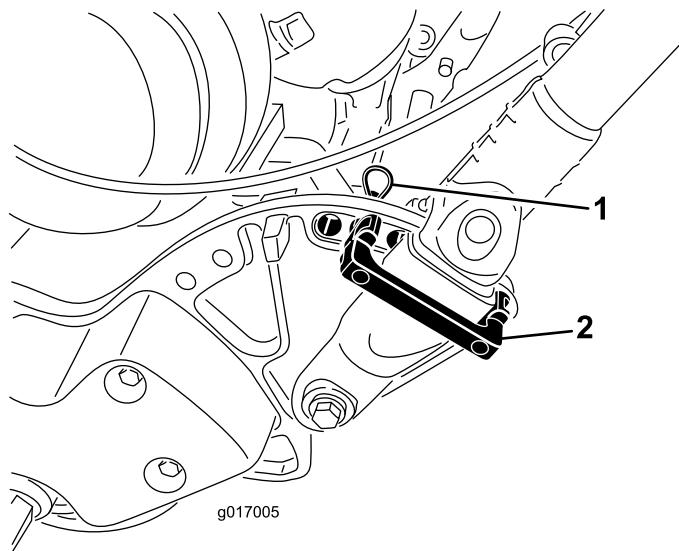

図 6
- ハンドルを支えながら、ハンドルクランプをサイドプレートに固定しているケーブルタイを外す図 6。
- 希望する高さ位置にハンドルをセットし、ハンドルクランプの上からハンドルリテーナを差し込んでサイドプレートの穴に通す図 6。
- ヘアピンコッターでクランプを固定する図 6。